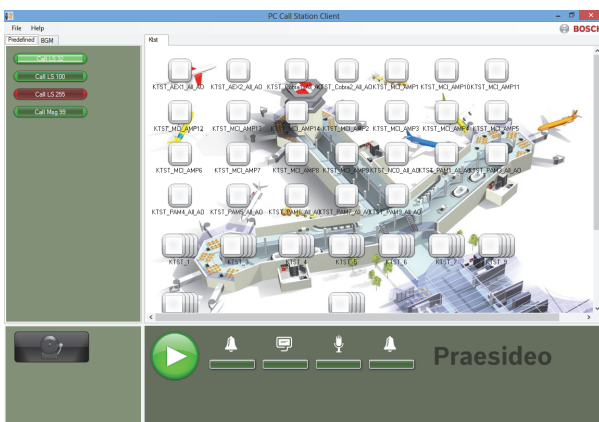

abbildung 62.2: Registerkarte Vordefinierte Durchsagen
- 7 Betätigen Sie die Schaltfläche *OK*. Es erscheint ein Bildschirm, der dem in abbildung 62.2 ähnelt.